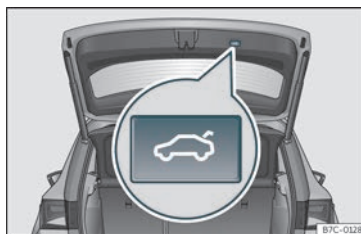

Fig. 79 Porta posterior: tecla per tancar la porta posterior.
meu la tecla situada a la porta posterior* »» fig. 79.
• Premeu breument la tecla  situada a la porta posterior »» **fig. 79** »»  en Introducció al tema de la pàg. 104.
o es tanca mitjançant la tecla ubicada a la mateixa porta »» **fig. 79**.
• Premeu la tecla  »» **fig. 79** ubicada a la porta almenys durant 3 segons.
- Premeu la tecla  >>> **fig. 79** ubicada a la porta almenys durant 3 segons.